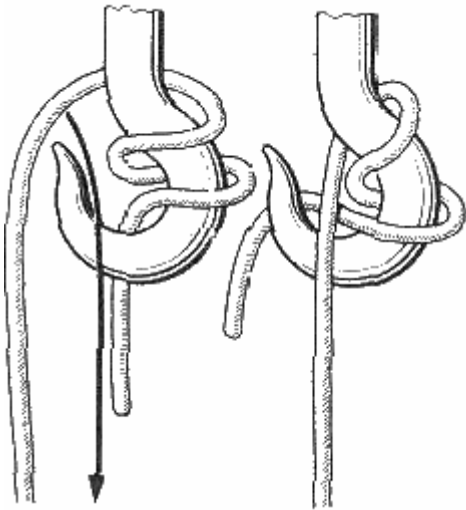

Рис. 106. Гачный узел со шлагом
**Гачный узел со шлагом** (рис. 106). При подъеме груза на гаке с помощью троса, завязанного гачным узлом, следует брать в расчет толщину троса. Если по отношению к гаку трос достаточно толст, его можно заложить одинарным гачным узлом и благополучно поднять груз. Тонкий трос, заложенный одинарным гачным узлом, может съехать со спинки гака, и, если он тонок по отношению к гаку, его закладывают гачным узлом со шлагом (см. рис. 106). Это намного увеличивает надежность подъема груза.